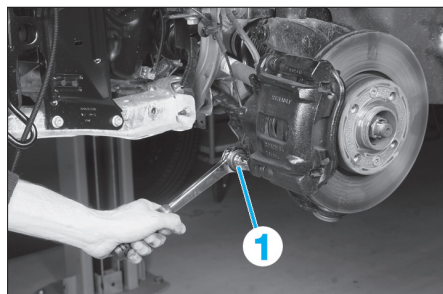

FIG. 2
- Déposer la vis de colonnette inférieure (1) (Fig.2).